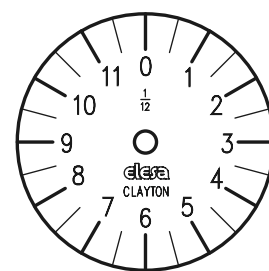

Fig.5
- 2.1 Cada giro completo de la aguja grande (roja) corresponde una fracción de giro de la aguja pequeña (negra). El número de giros que la aguja roja debe efectuar para hacer que la aguja negra efectúe un giro completo, constituye la relación del indicador. Ejemplo: relación 12:1 significa que son necesarios 12 giros de la aguja roja para que la aguja negra efectúe un giro completo (fig. 5). Todo el campo de regulación debe ser cubierto en este caso por no más de 12 giros del volante. A cada giro del volante la aguja negra indica 1/12 de todo el cuadrante.